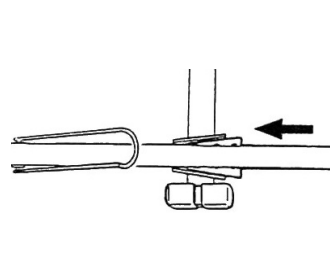

FIG. 7
- Faites glisser les plaques coniques des bras croisés dans les douilles coniques du support de plaque. (Figure 7)